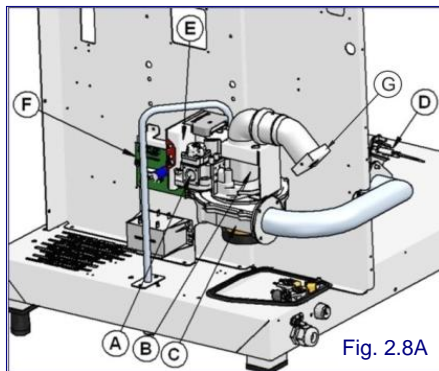

Fig. 2.8A
(Quemador calentamiento cámara cocción) (Fig. 2.8A-B-C)
**NOTA IMPORTANTE:** en los modelos **207G** y **606G** es necesario sustituir el regulador de aire fijo (G) (fig. 2.8A) de la aspiración Venturi con el más indicado:
3 Calibrar la velocidad del electroventilador (C) de (Fig. 2.8A-B), según las siguientes modalidades: